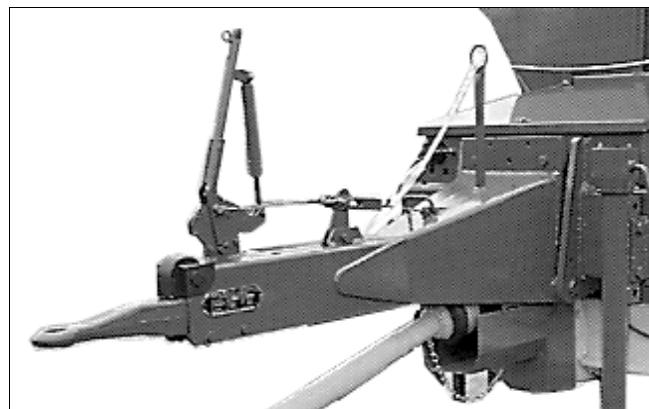

Рис. 5
- тяговым дышлом (Рис. 5) с инерционным тормозом и автоматикой обратного хода,